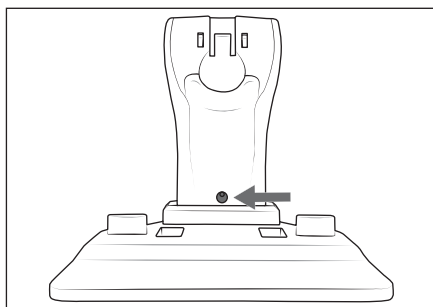

Bild 1
- 1) Använd öppningen i hållaren **20** för att markera borrhålet på väggen (bild 1).
- 4) För in skruven i öppningen i hållaren **20** (bild 1) och skruva in den i pluggen med en stjärnskruvmejsel.
- 3) Sätt tillbaka skruven **12** i öppningen på skaftets **11** baksida igen. Dra åt skruven **12** medurs med en stjärnskruvmejsel (bild 1).